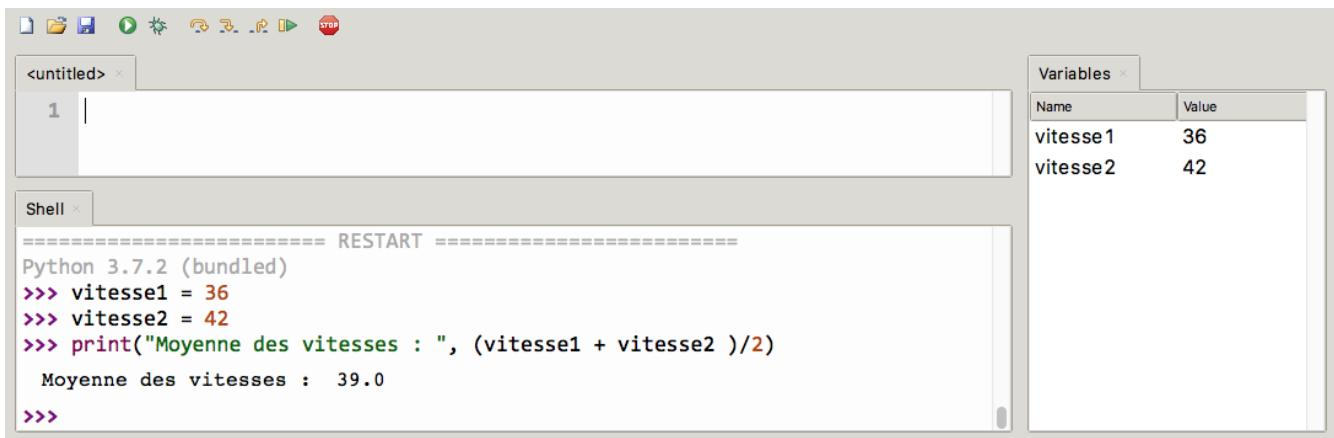

FIGURE 6 – L'IDE Thonny
Thonny propose deux fenêtres, voir figure 6 :
►Q.4: Dans la console, saisir les trois lignes successivement, comme fait sur la figure 6, et remarquer l'apparition des variables, puis l'affichage du résultat.